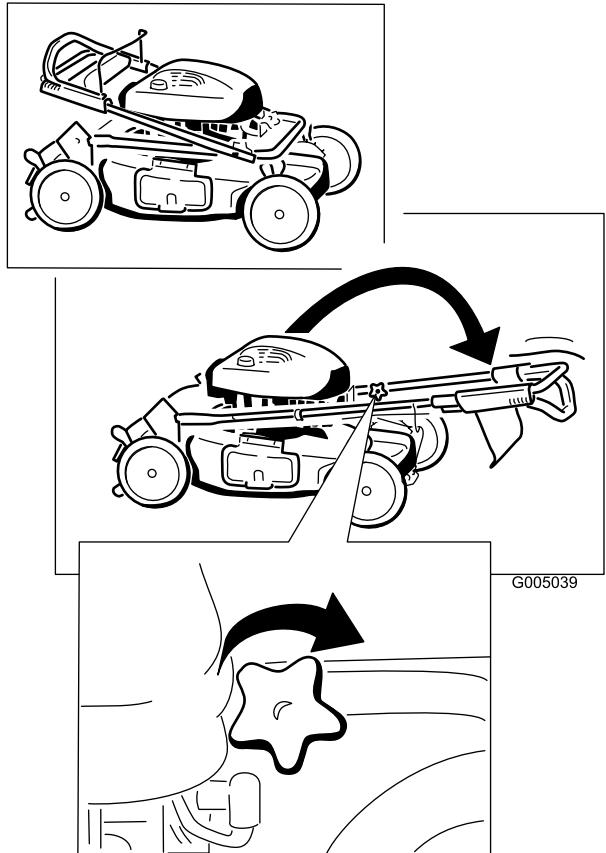

Figure 4
1. Dépliez la moitié supérieure du guidon vers l'avant jusqu'à ce que les deux moitiés soient dans le prolongement l'une de l'autre et s'emboîtent ensemble correctement, puis serrez les boutons de fixation du guidon (Figure 4).